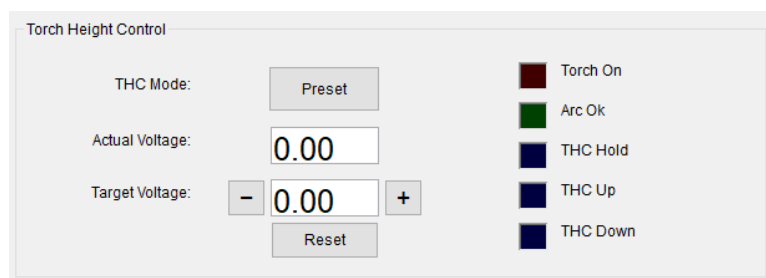

Fig. 81 Het vak Voorinstelling 'Torch Height Control' 'THC Mode'
1.2 Voorinstelling (Fig. 81): de doelspanning wordt ingesteld aan de hand van de waarde in het G-codebestand. U kunt de doelspanning aanpassen met behulp van de knoppen '+', '-' en 'Reset' en zo de snijhoogte tijdens het snijproces aanpassen.